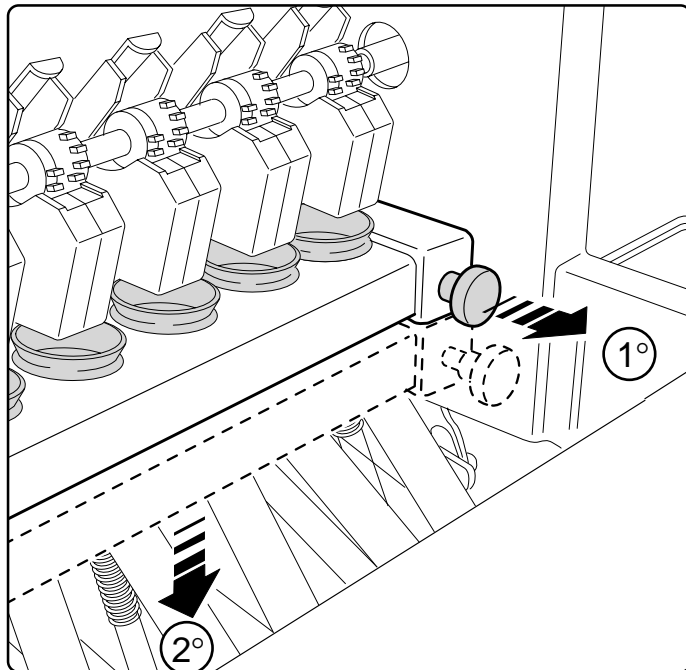

Fig. 33
- sganciare la bussoliera (Fig. 33):
- Release the bush-holder (Fig 33):
- den Buchsenhalter aushängen (von Abb. 33):
- décrocher le porte-douille (Fig. 33):
- desenganchar el portaforro (Fig. 33):